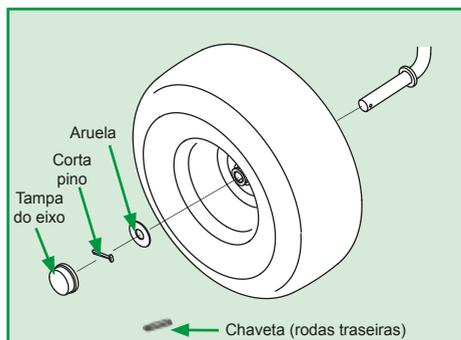

Figura 30
2. Remova a tampa do eixo, o anel retentor, contra-pino e as arruelas, de modo que as rodas possam ser removidas (as rodas traseiras possuem uma chaveta quadrada e um parafuso hexagonal; cuidado para não perdê-los, conforme Figura 30);